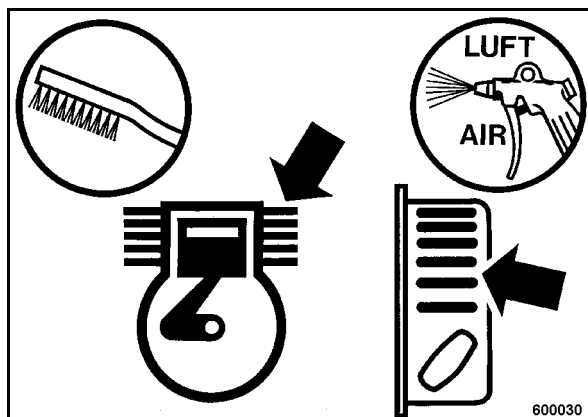

Fig. 61
- Soltar con un cepillo adecuado (Fig. 61) la suciedad en todas las aletas de refrigeración y en los orificios de aire refrigerante, y limpiarlos soplando con aire comprimido.